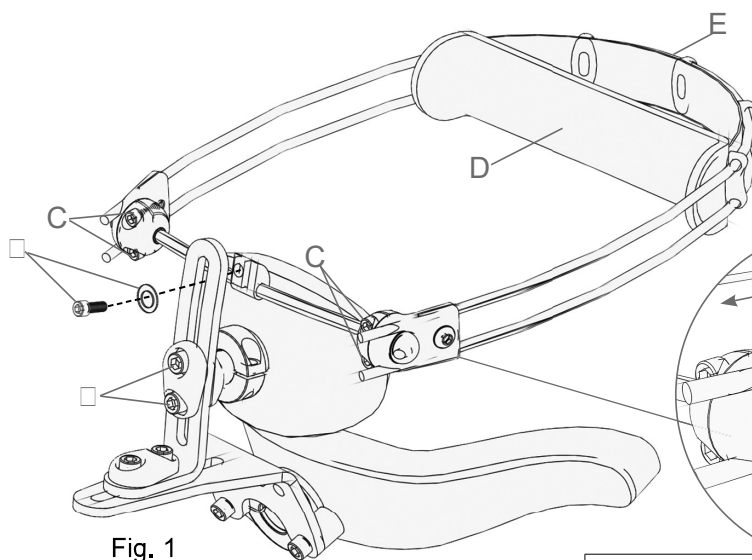

Fig. 1
- 11 Con una llave Allen de t/ds in, afloje los tornillos de la abrazadera de ajuste del ángulo (Fig. 1, C).